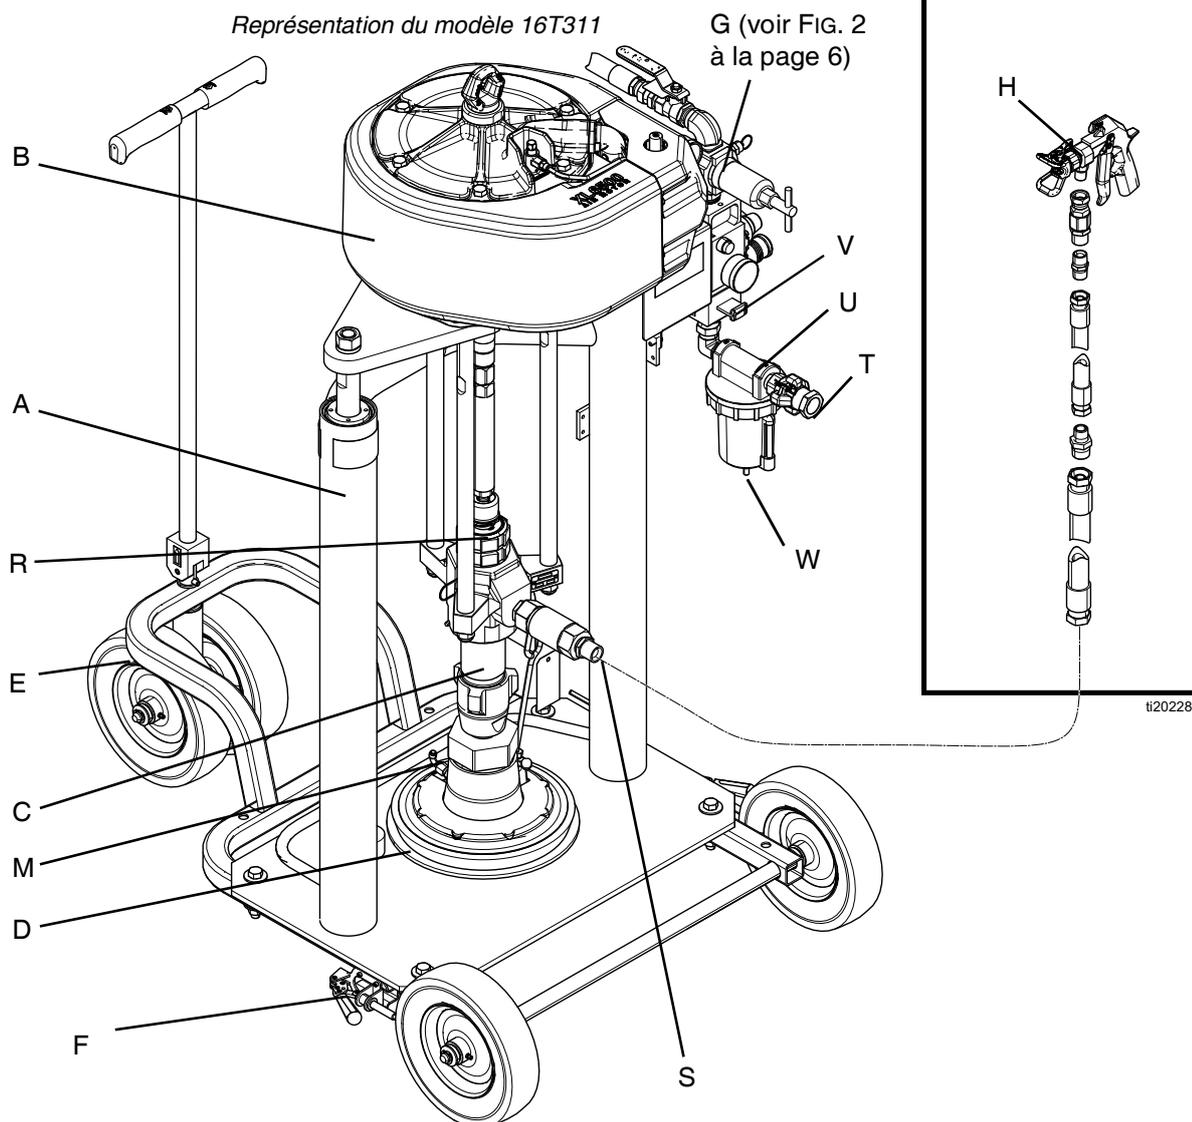

FIG. 1
Voir FIG. 1 à la page 5.
3. Raccorder la conduite d'air d'une alimentation en air à l'entrée d'air du système. Voir FIG. 1. Utiliser un tuyau d'alimentation qui peut fournir le débit nécessaire.